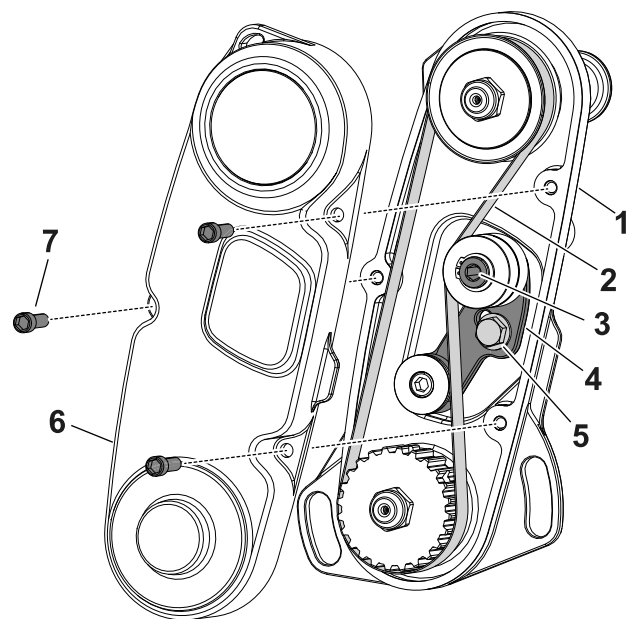

図 16
1. ベルトカバーを外してベルトを露出させる 図 16。
2. アイドラアームボルトをゆるめてアイドラアーム 図 16 を回してベルトの張りをなくす。
3. ベルトを取り外す 図 16。
6. ベルトを取り付け、図 16 に示すアイドラアームの内側六角部に 6-7 N·m 0.58-0.69 kg.m のトルクを掛ける。